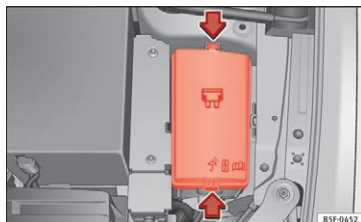

Fig. 101 I motorrummet: afdækning på sikringsboks
- Tryk på låsetapperne for at frigøre afdækningen til sikringsboksen » Fig. 101.